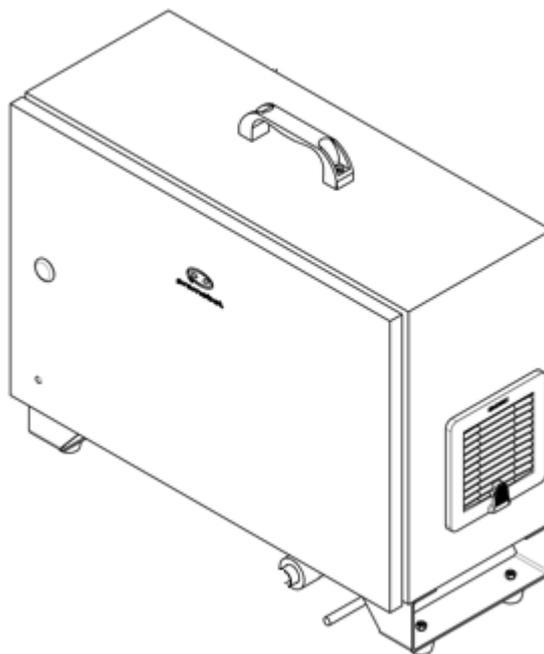
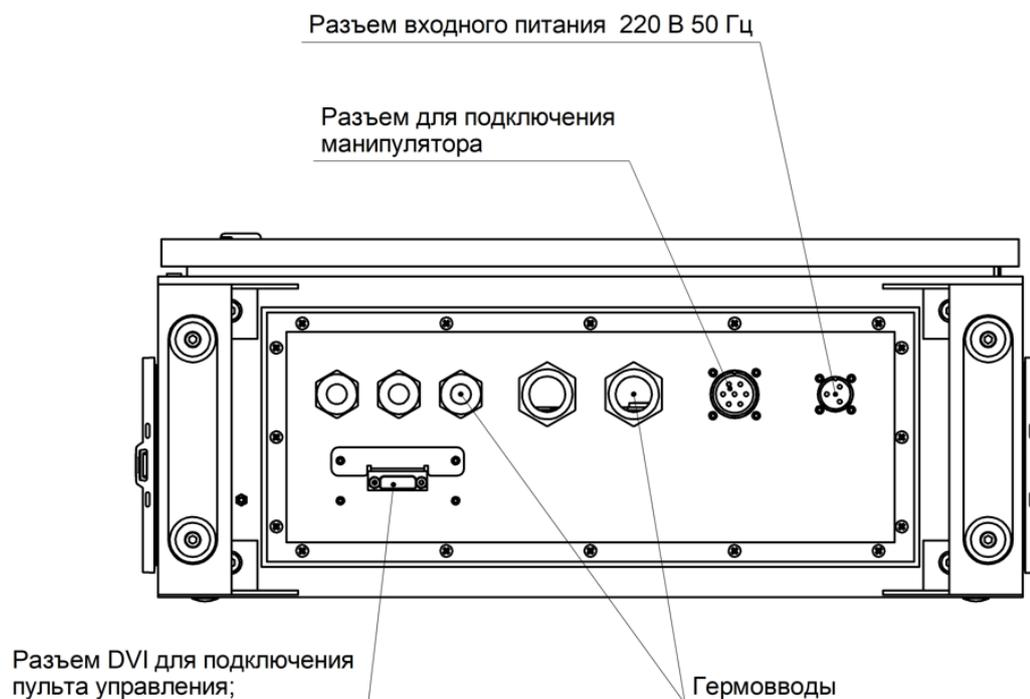

Рисунок I-9 – Шкаф управления Promobot M13
Рисунок I-15 – Расположение разъема подключения манипулятора и гермоввода для прохода кабеля пульта управления
Шкаф управления Promobot M13 (см. Рисунок I-9) выполняет функции питания, управления, обеспечивает безопасность работы и позволяет манипулятору интегрироваться с внешними системами автоматизации. Для обеспечения данного функционала шкаф управления содержит группы электрических интерфейсов – входы и выходы шкафа управления. Все внешние подключения должны осуществляться исключительно через гермовводы разных диаметров, обеспечивающие защиту корпуса шкафа от проникновения пыли и жидкостей (см. Рисунок I-15).
Примечание – Положение разъемов и гермовводов может отличаться от представленного на рисунке (см. Рисунок I-15).
2. Подключите кабель манипулятора к шкафу управления и к манипулятору (см. Рисунок I-15).